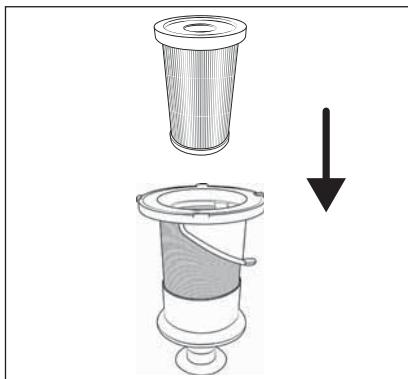

Rys. 26
- 6) Włóż filtr ze stali nierdzewnej **6** do pojemnika na zanieczyszczenia **7** i dociśnij go do końca w dół (patrz rys. 26). Zwróć przy tym uwagę na różne rozmiary zaczepów na filtrze ze stali nierdzewnej **6**. Filtr ze stali nierdzewnej **6** może być dzięki tym zaczepom włożony do pojemnika na zanieczyszczenia **7** tylko w jednej pozycji.